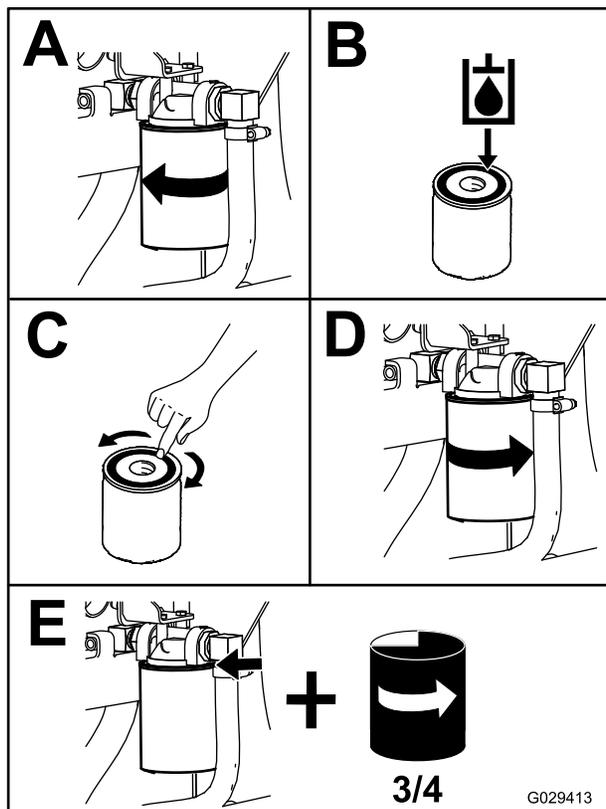

Рисунок 58
4. Поместите сливной поддон под фильтр, а затем замените фильтр (Рисунок 58).